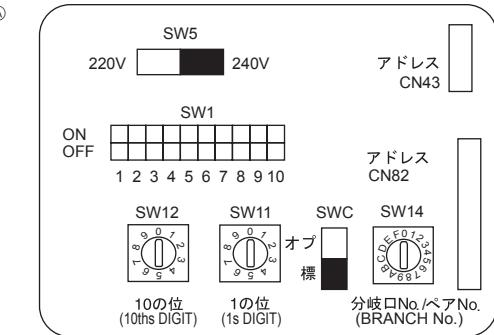

Fig. 7-4
7.5. Установка адресов (Fig. 7-4)
7.6. Определение температуры в помещении встроенным датчиком пульта дистанционного управления (Fig. 7-4)